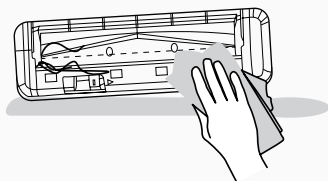

Рис. 13
4. Используйте сухую ткань, чтобы удалить намотавшиеся волосы с вращающейся щетки и грязь на щетинках. Не потеряйте резиновую втулку на шарикоподшипнике. [Рис. 13]